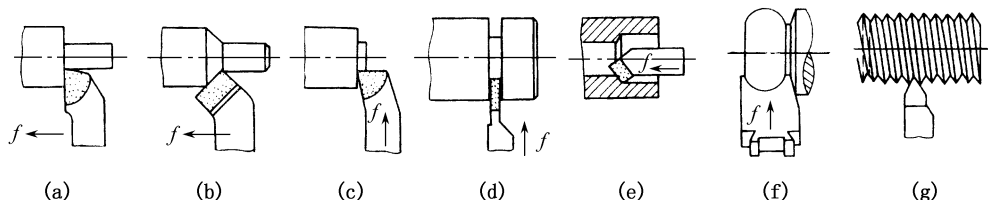

图 2-13 车刀的用途
(2) 车刀的用途。常用车刀的基本用途如图2-13所示。
- ① 90°车刀(外圆车刀)又叫偏刀。主要用于车削外圆、台阶和端面(图2-13(a)、(c))。
- ② 45°车刀(弯头车刀)。主要用来车削外圆、端面和倒角(图2-13(b))。
- ③ 切断刀。用于切断或车槽(图2-13(d))。
- ④ 内孔车刀。用于车削内孔(图2-13(e))。
⑤ 成形车刀。用于车削成形面（图 2-13（f））。
⑥ 螺纹车刀。用于车削螺纹（图 2-13（g））。